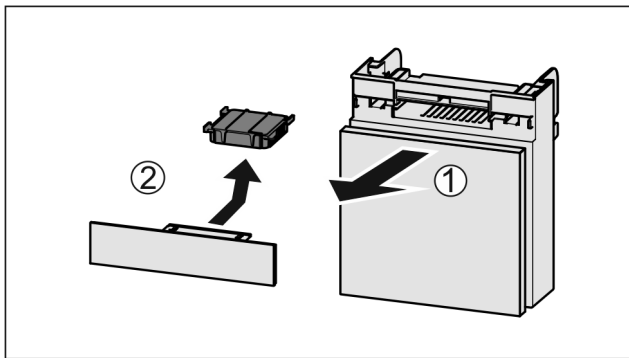

Fig. 48
- ▶ Lade vanaf de voorkant eruit trekken Fig. 48 (1).
- ▶ Actiefkoolfilter verwijderen Fig. 48 (2).